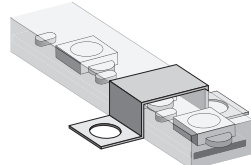

Рис. 5. Монтаж светодиодной ленты.
- **Монтаж светодиодной ленты.** Монтаж светодиодной ленты NLS-2835-IP67-220V на несущую поверхность необходимо производить при помощи монтажных скоб NLSC-cup-3528-220 для крепления СД ленты 2835-IP67-220 как показано на Рис. 5.